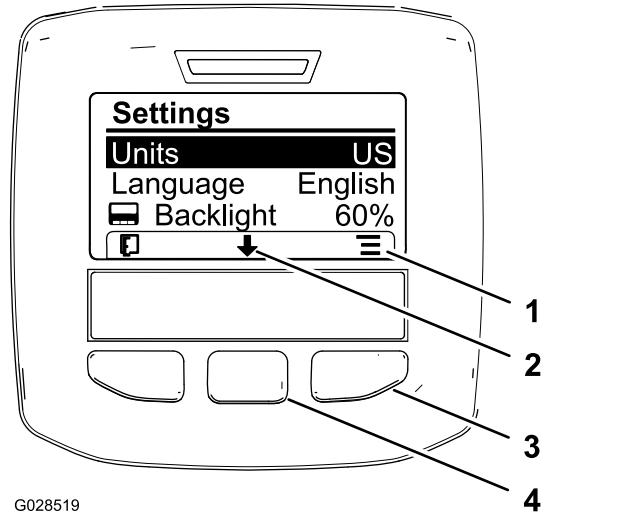

Figura 53
2. Per modificare l'unità di misura, premete il pulsante di selezione destro per scegliere tra le unità di misura elencate (Figura 53).
3. Per cambiare la lingua utilizzata sul display, premete il pulsante di selezione centrale (il pulsante sotto l'icona a forma di freccia rivolta verso il basso nel display) per spostare l'opzione selezionata su Lingua (Figura 53).
4. Premete il pulsante di selezione destro (il pulsante sotto l'icona dell'elenco nel display) per evidenziare l'elenco delle lingue utilizzate sul display (Figura 53).
6. Premete il pulsante di selezione sinistro per tornare alla schermata iniziale (Figura 53).